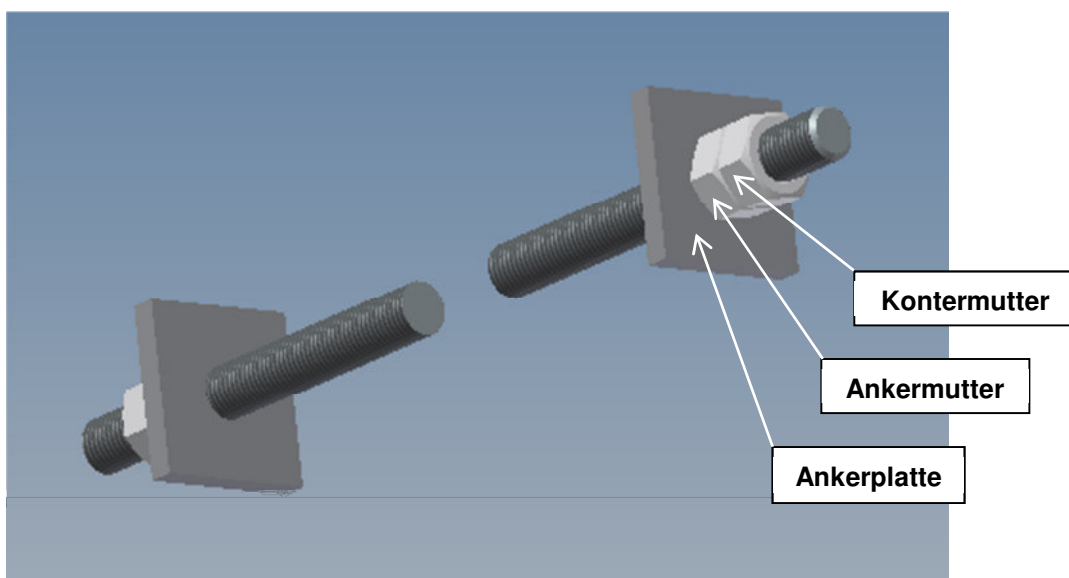

Bild 8 Abspannelement mit Verschraubung
3.2.7 Obergurte (Bild 8) auf der Rückwand der Lagerzellen montieren und mit den beigegebenen Schrauben an den Modulelementen befestigen.